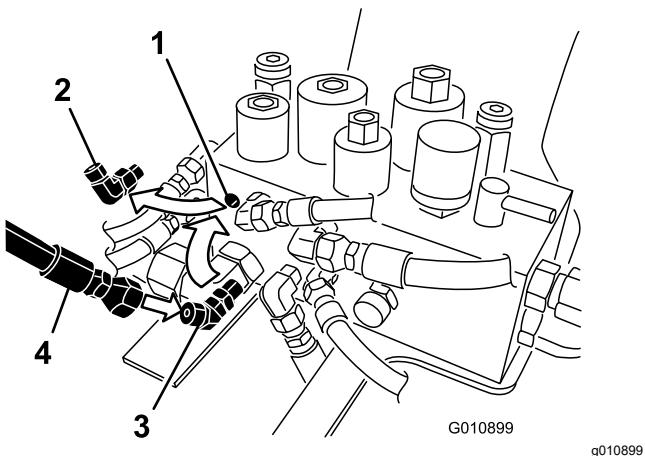

Figura 3
- Desligue o tubo da união de 90 graus na porta L1B no coletor hidráulico (Figura 3). Anote o ângulo em que o encaixe está direcionado.
- Retire a união de 90° do coletor hidráulico e substitua-a pela união de 45° (Figura 3). Posicione o encaixe no ângulo aproximado do encaixe anterior.
- Ligue o tubo à união de 45° (Figura 3).